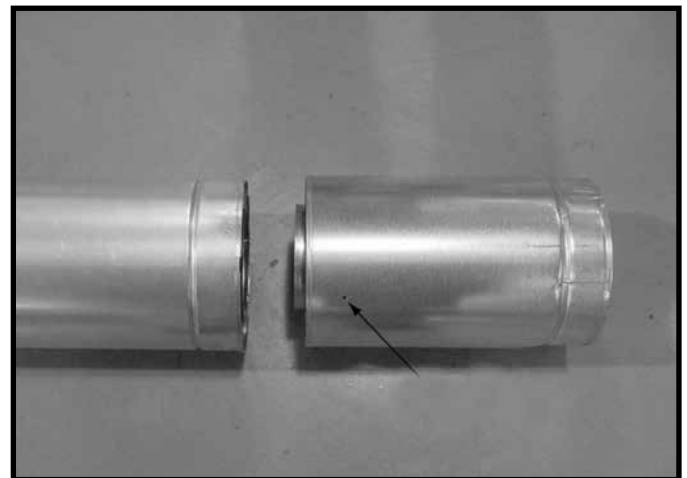

Figure 7.7 Vis dans la section coulissante
- Fixez le conduit et la section coulissante avec deux vis d'une longueur inférieure à 13 mm en utilisant les trous de guidage sur la section coulissante. Voir la figure 7.7.